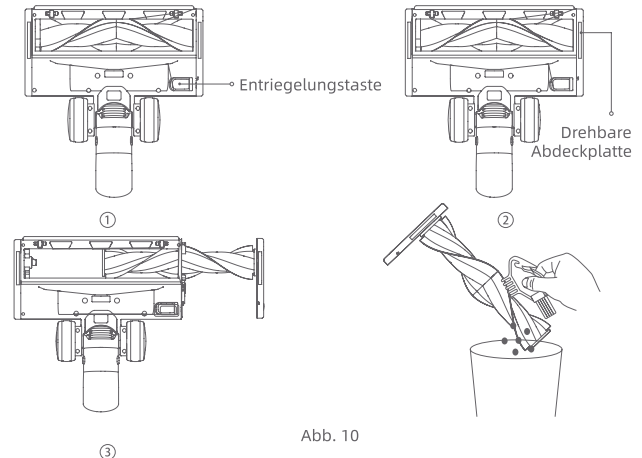

Abb. 10
5. Gehen Sie beim Einsetzen in umgekehrter Reihenfolge vor: Setzen Sie zuerst ein Ende der gereinigten (oder neuen) Bürstenwalze mit der Spindel in die elektrische Bodenbürste ein, klinken Sie dann das andere Ende in die elektrische Bodenbürste ein, schließen Sie die Befestigungsabdeckung, so dass sie einrastet. (Abb. 10)